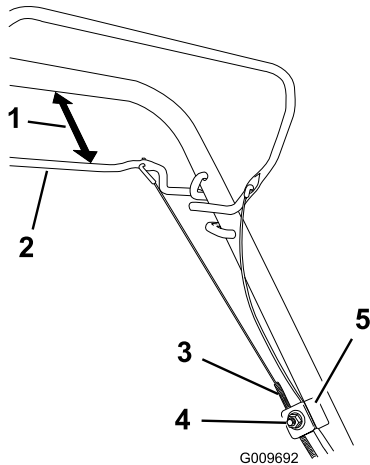

Figura 22
1. Afloje la tuerca del soporte del cable (Figura 22).
2. Sujete la barra de la transmisión autopropulsada a una distancia de 25 – 38 mm del manillar (Figura 22).
3. Tire hacia abajo de la cubierta del cable (hacia la máquina) hasta eliminar la holgura en el cable (Figura 22).